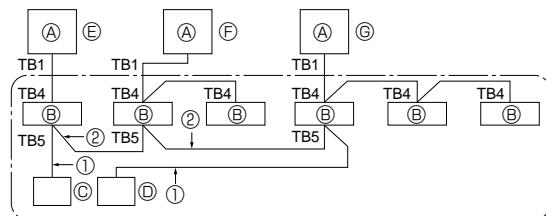

Fig. 10-1
① Mettre sous tension (coupe-circuit).
② Une fois la vanne d'arrêt de gaz fermée, activer le commutateur SWP sur la carte de commande de l'appareil extérieur. Le compresseur (appareil extérieur) et les ventilateurs (appareils intérieur et extérieur) s'enclenchent et la récupération du réfrigérant commence. Les témoins DEL 1 et 2 de la carte de commande de l'appareil extérieur s'allument.
10. Contrôle du système (Fig. 10-1)